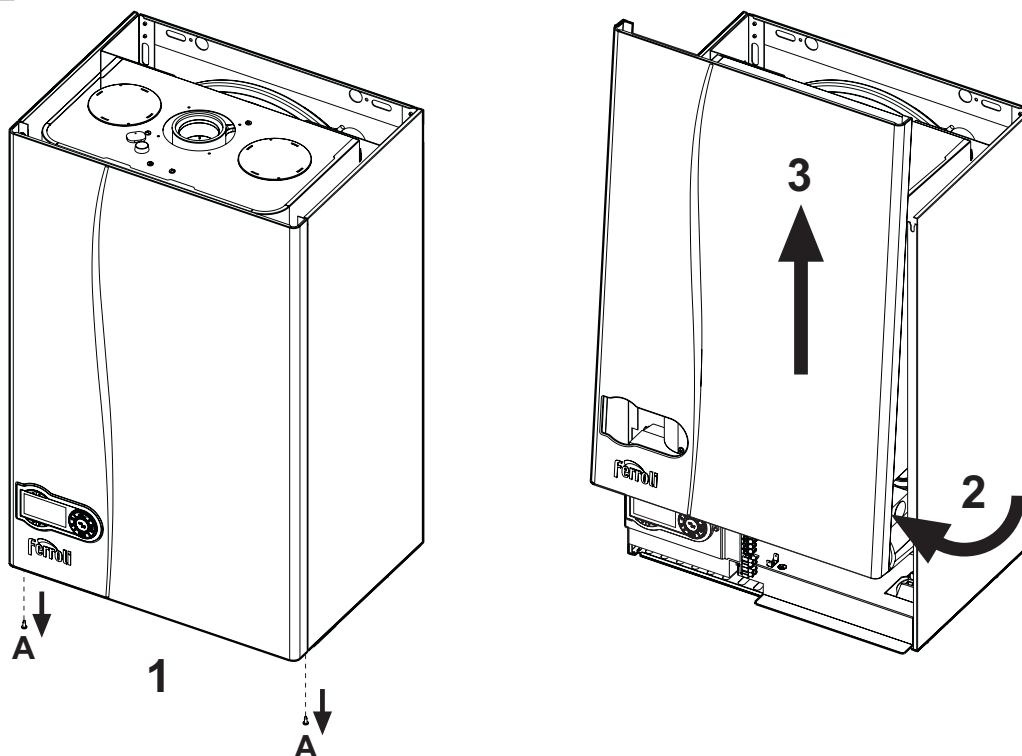

рис. 28 - Снятие кожуха
1. Отвинтите винты "А" (см. рис. 28).
2. Поверните кожух (см. рис. 28).